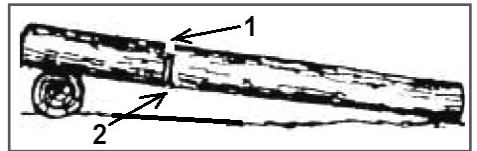

Рис.13 Пропилы при раскрыжке дерева на одной опоре
- Бревно лежит на одной опоре (Рис.13). Разгрузочный пропил (1) на 1/3 бревна делается сверху. Основной пропил (2) делается снизу навстречу разгрузочному пропилу.